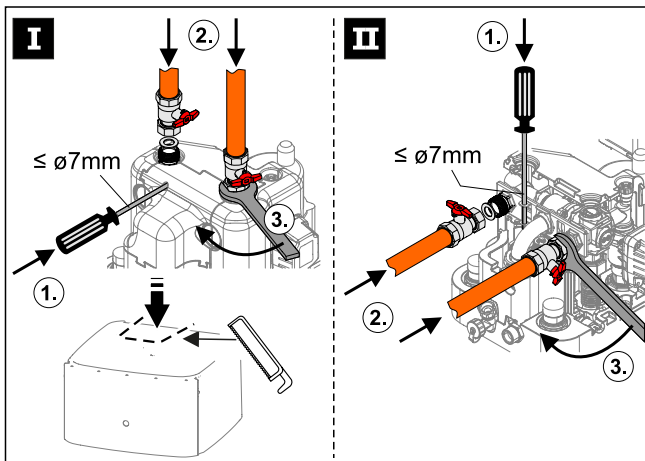

Bild 3-30 Heizungsanschlüsse herstellen
- Vorgesprochenes Anzugsdrehmoment beachten (siehe Kap. 6.2). Dabei mit einem geeigneten Werkzeug das nötige Gegenmoment aufbringen, um Beschädigungen zu vermeiden, siehe Bild 3-30.